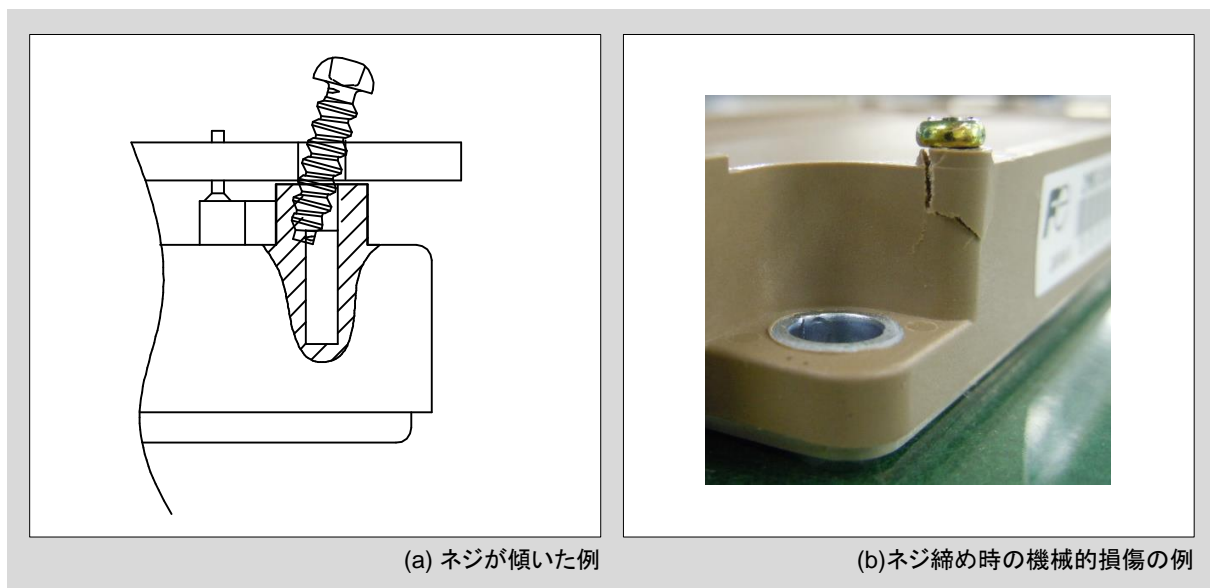

図6 ネジ締めの悪い例
5. 手動でのネジ締めを推奨いたします。電動ドライバーや自動でネジ締めを行う場合は、機械的損傷を避けるため、ドライバーの選定や実装工程の各パラメータの最適化を行い、モジュールに損傷が無いことをご確認下さい。電動ドライバーや自動でネジ締めを行う場合、回転速度が300rpmを超えないようにご注意下さい。ネジ締めの悪い例を図6に示します。